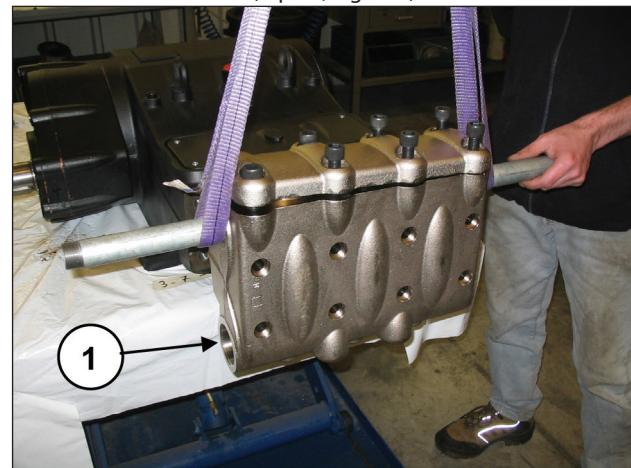
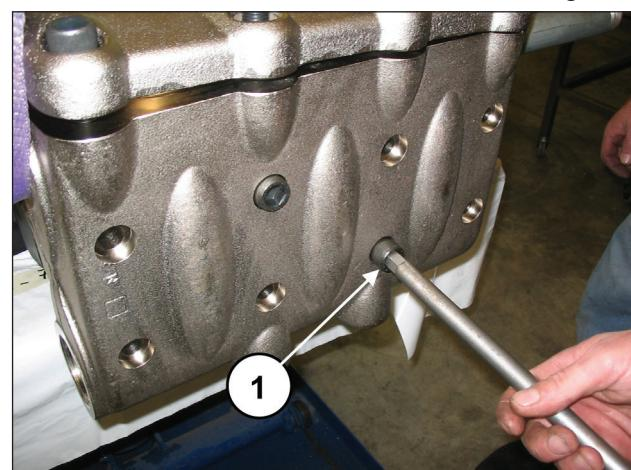

Fig. 117
Fig. 118
Monter la tête hydraulique sur le carter de pompe (rep. ①, Fig. 117) en prenant garde de ne pas heurter les pistons et visser les 8 vis M16x180 (rep. ①, Fig. 118).
Serrer les 8 vis M16x180 en partant des 4 vis internes et en les croisant (voir Fig. 117), puis passer aux 4 vis externes, toujours en croix.